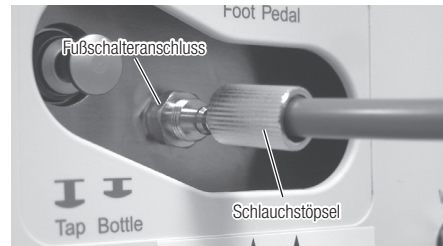

Abb. 2
Lockern und entfernen Sie die Schlauchstöpfe (2 x) aus den Fußschalteranschlüssen auf der Rückseite des Steuergerätes und stecken Sie sie beide in die Fußschalterkabel. Führen Sie die Stöpsel so ein, dass die Schrauben ein Stück herausstehen (auf der Seite des Steuergeräts). Stecken Sie den Schlauch des Fußpedals in den Fußschalter-Anschluss ⑩ auf der Rückseite der Einheit. Führen Sie das mit „1“ gekennzeichnete Ende jedes Schlauchs ein, wie auf der Markierung beschrieben. Ziehen Sie jetzt die beiden Schlauchstöpfe fest (Abb. 2).